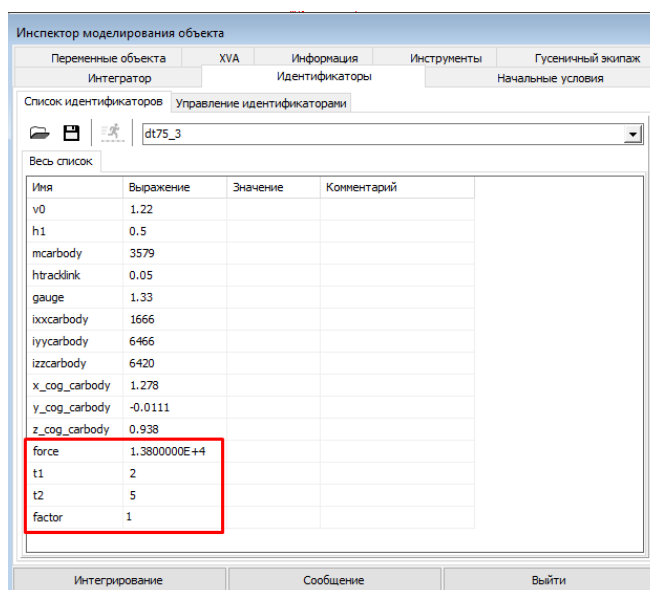

Рис. 24. Список идентификаторов
- Теперь необходимо приложить крюковую нагрузку. В окне **инспектора моделирования объекта** перейдите на вкладку **Идентификаторы** в подсистему **dt75\_3**. В описании силы крюковой нагрузки введен флажок **factor**. При значении флажка **factor=0** сила равна нулю, при значении флажка **factor=1** сила становится активной. Установите параметру **factor** значение **1** (рис. 24). С помощью идентификаторов **t1** и **t2** задается начальное и конечное значение времени, в течение которого крюковая нагрузка, параметризованная как **force**, будет нарастать от нуля до своего максимального значения. То есть, после **2** секунд модельного времени крюковая нагрузка начнет нарастать и за **3** секунды примет постоянное значение **13800 Н**.